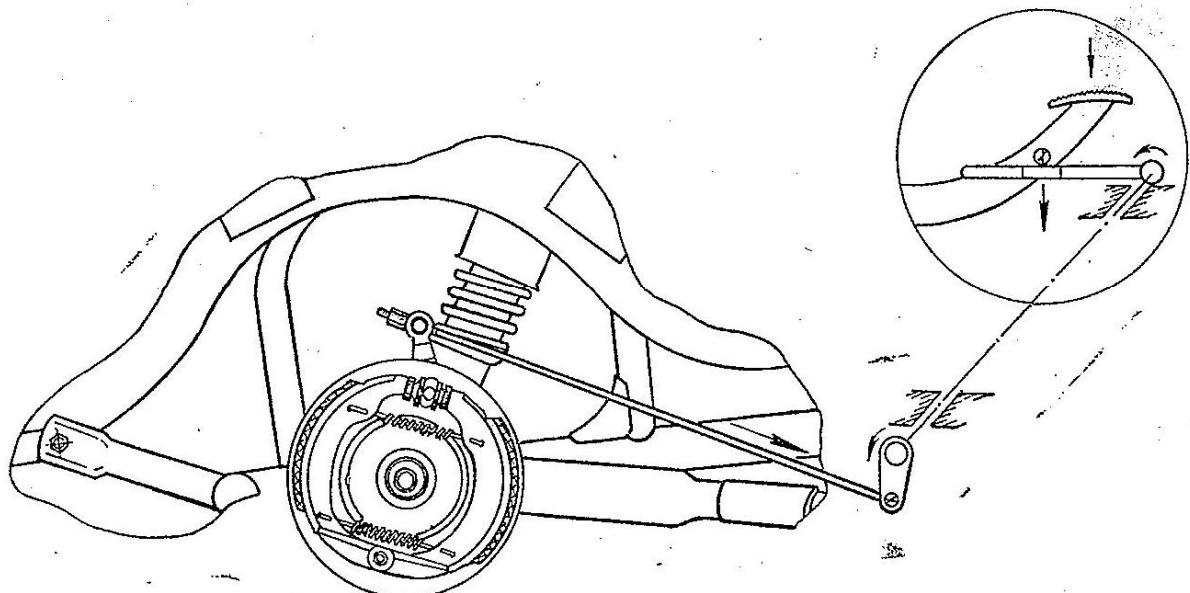

Рис. 25. Тормоз колеса коляски
**Тормоз колеса коляски** с механическим жестким приводом от педали тормоза заднего колеса (рис. 25). Крышка тормозного барабана установлена на рычаге оси колеса и удерживается от проворачивания реактивным упором. В крышке установлен разжимной кулачок и регулируемые тормозные колодки, взаимозаменяемые с колодками тормозов мотоцикла.